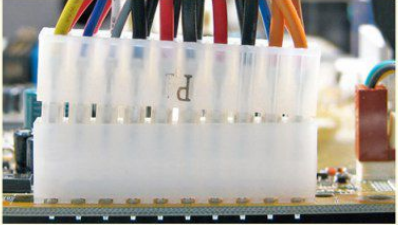

Bild 2: Hauptschalter und Netz-Anschlussbuchse
2. Welche Gefahr besteht, wenn der PC nur heruntergefahren und nicht am Hauptschalter (**Bild 2**) ausgeschaltet oder das Netzanschlusskabel abgesteckt wird?